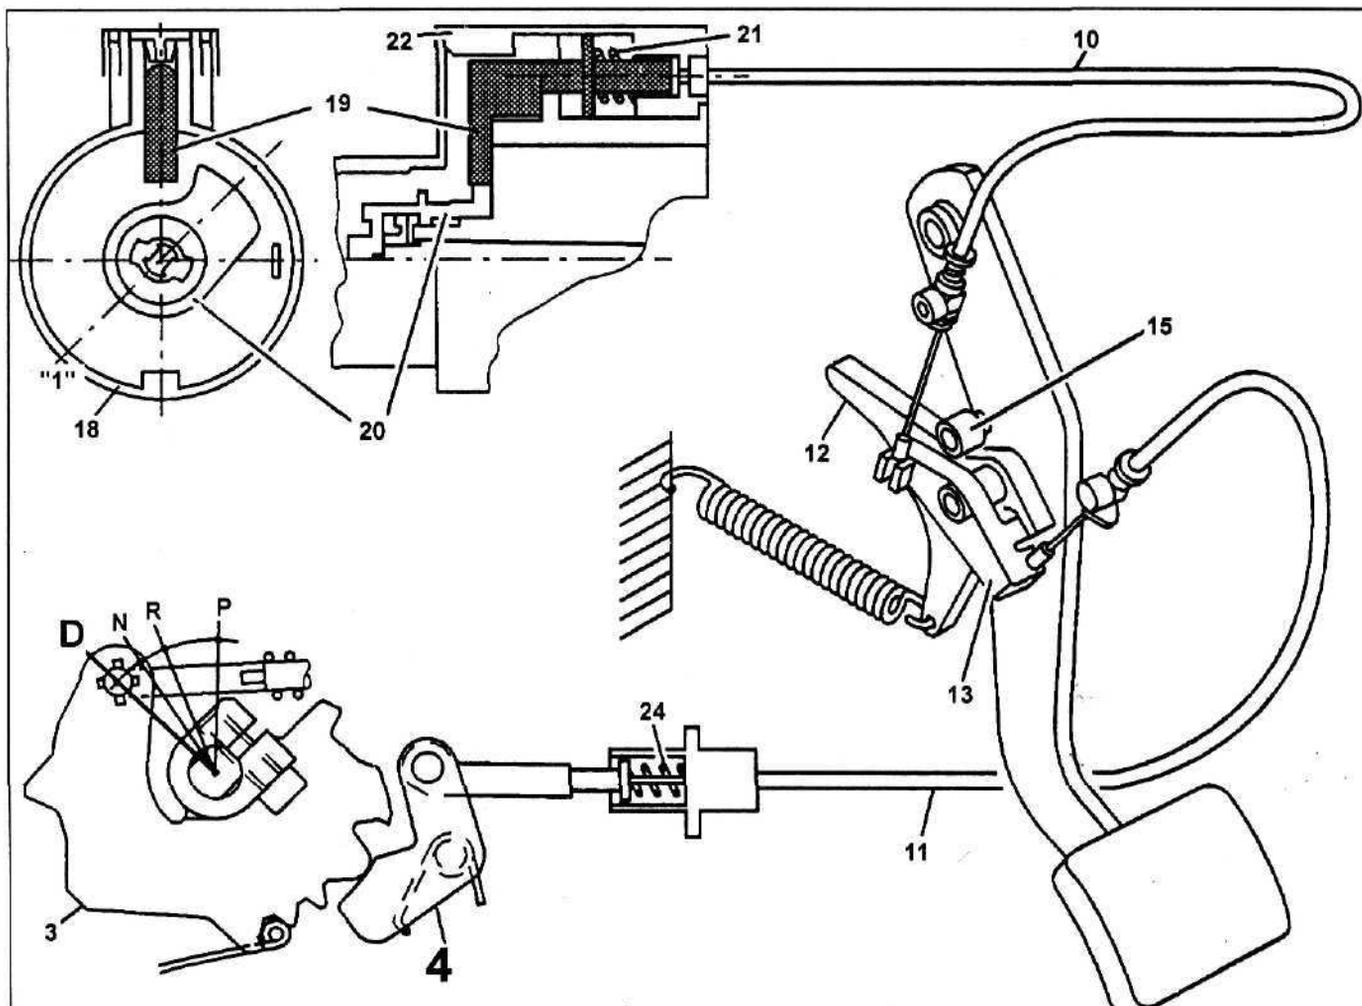

Рис. 48.
Переходник стопора механизма блокировки выходного вала (25) АКПП вставляется в картер коробки передач и соединяет трос педали тормоза (11) с собачкой (4) (рис. 48).